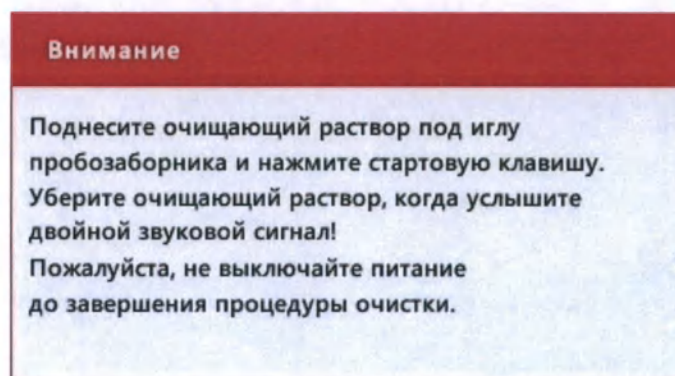

Рис.5.8-2 Диалоговое окно с информационным сообщением для оператора
3. Игла отбора пробы опустится в нижнее положение, и появится диалоговое окно с предложением подставить под неё флакон с очищающим раствором (см.Рис.5.8-2). Приподнимите открытый флакон с раствором так, чтобы конец иглы погрузился в раствор не менее чем на 1–2 см, и нажмите стартовую клавишу аспирации. Раздастся одиночный звуковой сигнал, после которого флакон с очищающим раствором необходимо держать неподвижно и нельзя опускать до того момента, пока Вы не услышите двойной звуковой сигнал. Через зонд будет автоматически набрано необходимое количество очищающего раствора, и после того как раздастся двойной звуковой сигнал и игла начнёт подниматься внутрь прибора, флакон можно будет убрать и закрыть.